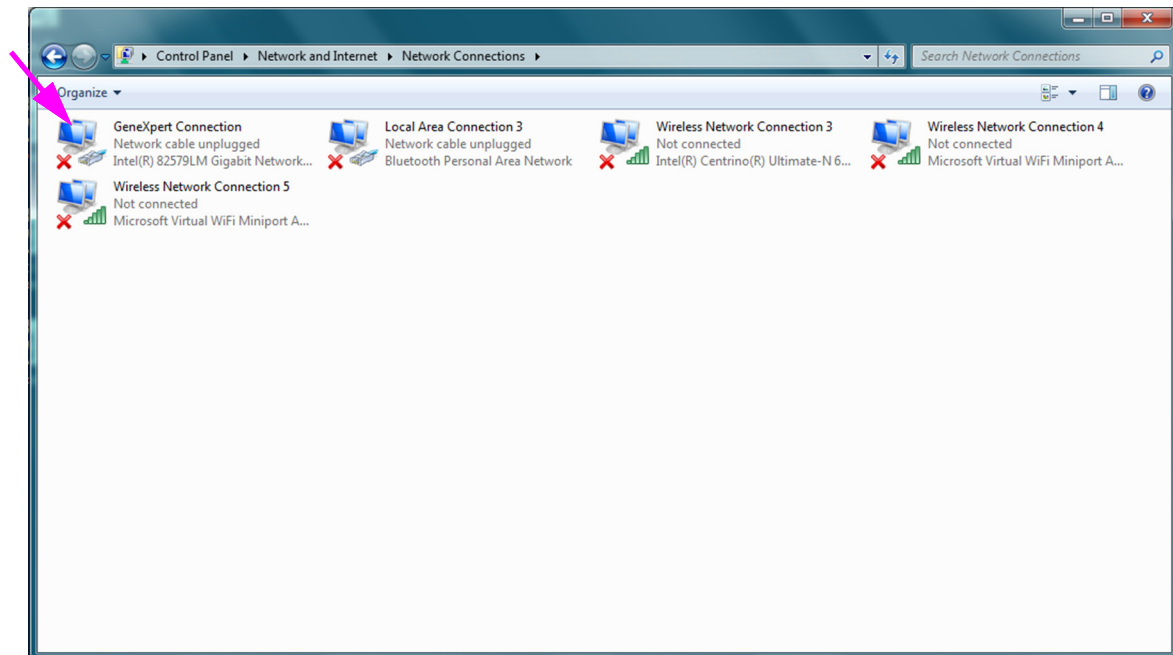

Figura 2-39. Schermata Network Connections (Connessioni di rete)
5. Fare clic su **Change adapter settings (Modifica impostazioni scheda)**. Viene visualizzata la schermata Network Connections (Connessioni di rete). Vedere la Figura 2-39.